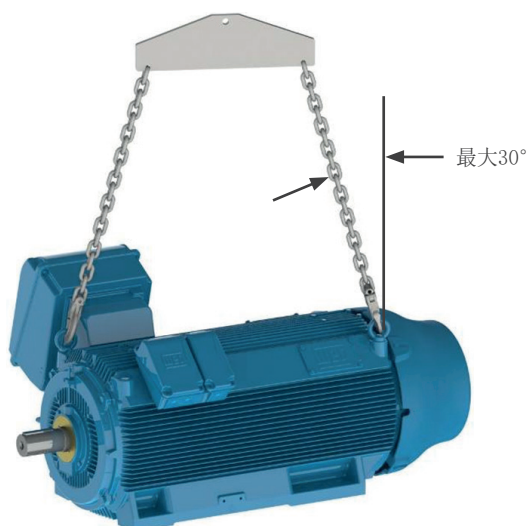

图 4.5: 水平安装的 HGF、W40、W50 和 W51 HD 电机最大产生角度
- 对于HGF、W40、W50和W51 HD电机，如第15页图4.5所示，相对于垂直轴的最大产生角度不应超过 30° 。